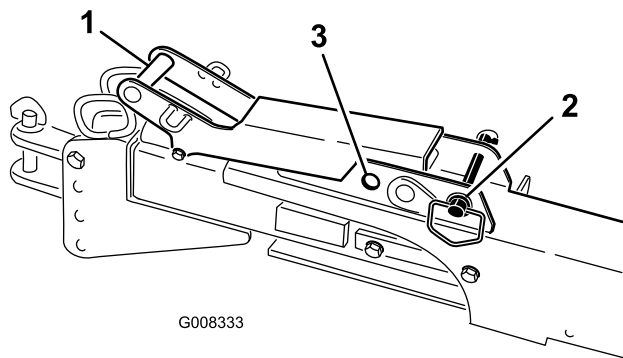

図 21
- ・ ラッチ・ハンドルのピンが「ロック解除位置」(後ろ位置)にあることを確認する (図 21)。
**注** ヒッチが伸びた状態で、ラッチ・ハンドルのピンを前位置 (ロック位置) に移動させてヒッチ・アセンブリをロックする (図 21)。